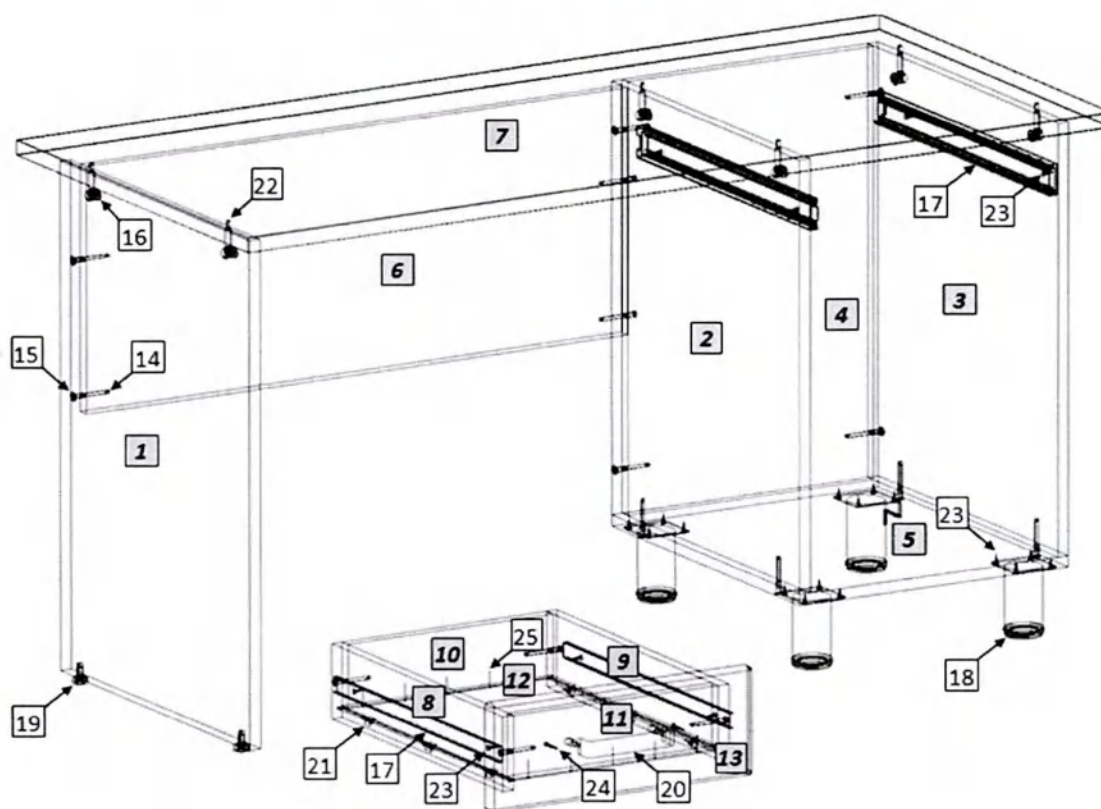

Рис. 1
1. Внимательно ознакомьтесь со схемой сборки, изображённой на рис. 1, сверяясь со спецификацией на изделие. Согласно схеме и спецификации определите расположение деталей в изделии и порядок их сборки. Сборка производится на ровном полу, укрытом материалом, предотвращающим повреждение покрытия пола и деталей мебели. Подготовьте необходимые для сборки инструменты – плоскую и крестовую отвёртки, молоток, рулетку или линейку, шуруповёрт.
2. На вертикальных боковых стенках стола (1,2) установите подпятники (18). На вертикальных стенках (1,2,5) установите цилиндрические части эксцентриковых стяжек (20) в предназначенные для них отверстия. На крышке стола (4) установите штоки эксцентриковых стяжек (20). На вертикальных стенках (1,2,5) шурупами 4×16 (23) закрепите направляющие (17).
3. Евровинтами (14), как показано на рис. 1, соедините стенки стола (1,2,5) с вертикальной стенкой (3) и горизонтальной стенкой (6). Установите крышку. Затяжка соединения производится путём поворота эксцентриков до упора в направлении стрелки, выштампованной на корпусе стяжки. На видимые головки евровинтов и эксцентриков установите заглушки (15,16).
4. Сборка ящиков. Внимание! На фасадах ящиков (12) присадка отверстий выполнена несимметрично – один ящик собираются на левую сторону, другой – на правую. Евровинтами (2) соедините боковые стенки ящика (7,8) с задней (9) и передней (10) стенками. Дно ящика (11) установите в пазы и закрепите к задней и передней стенке гвоздями (13), к боковым стенкам – уголками (21). Шурупами 4×16 (23) закрепите на боковых стенках ящика узкие части направляющих (6). Шурупами 3.5×30 (22) закрепите фасад (12) к передней стенке ящика (10). Установите ручку (19). Установите собранные ящики в корпус стола.